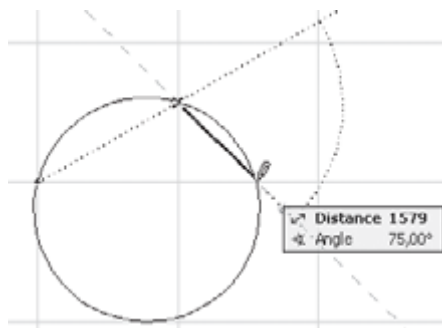

Рис. 3.15. Определение положения конечной точки дуги/окружности
- Перемещением указателя мыши определите место нахождения третьей точки дуги/окружности. В процессе выполнения операции на экране будет отображаться окружность, определяемая текущим относительным положением трех точек. Информационное табло отображает текущее расстояние между второй и третьей точками и угол между отрезком, соединяющим первую и вторую точки, и отрезком, соединяющим вторую и третью точки (рис. 3.15).